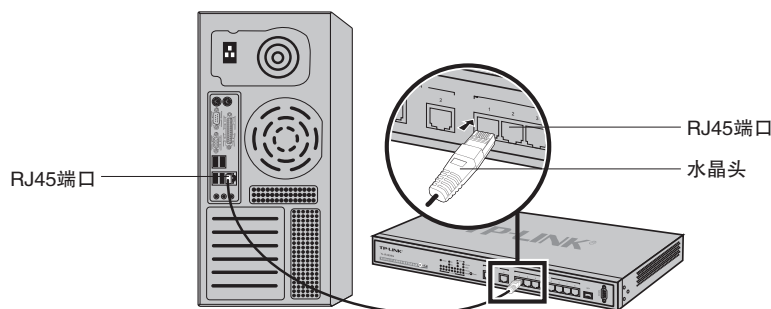

图3-1 RJ45端口连接示意图
1. 用一根网线连接路由器的LAN口和局域网中的集线器、交换机, 也可以与计算机直接相连, 如图3-1所示;